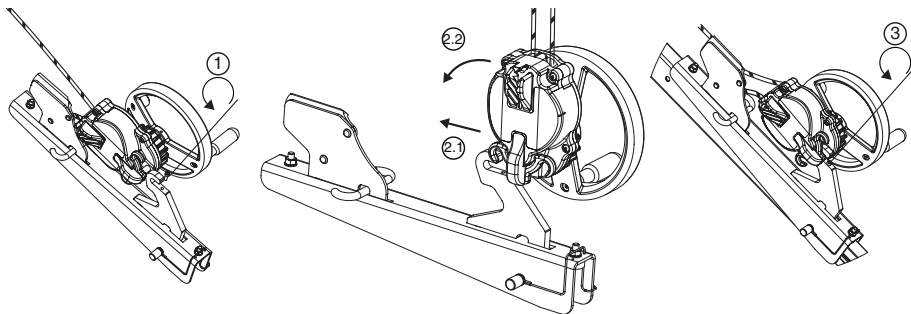

Рис. 8
### 6.3.4. Устройство Derope™ UP R (рис. 8, 9 и 10)
Устройство Derope™ UP R устанавливается на опоре треноги traspode марки Tractel®, как показано на рис. 8. Крепление устройства иным способом и в иной части треноги traspode марки Tractel® запрещено.
1. Отвинтите запорный винт на крюке, с помощью которого кронштейн крепится к устройству Derope™ UP R (рис. 8, 1).
2. Установите устройство Derope™ UP R, нацепив его на крепежный крюк (рис. 8, 2.1–2.2).
3. Вновь затяните запорный винт, чтобы предотвратить отсоединение устройства от кронштейна (рис. 8, 3), и убедитесь в том, что винт установлен и затянут надлежащим образом.